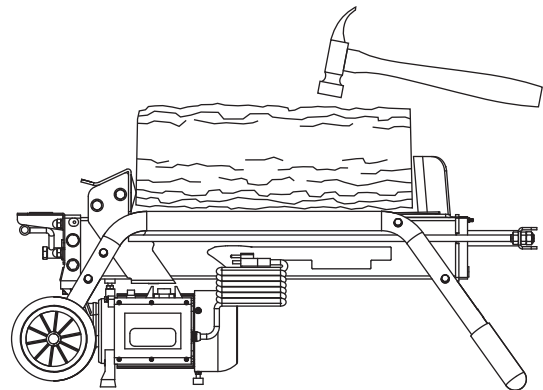

Figura 7
**NO INTENTE GOLPEAR EL LEÑO ATASCADO PARA SACARLO DE LA CUÑA CON UN MARTILLO U OTRO DISPOSITIVO. (CONSULTE LA FIGURA 7)**